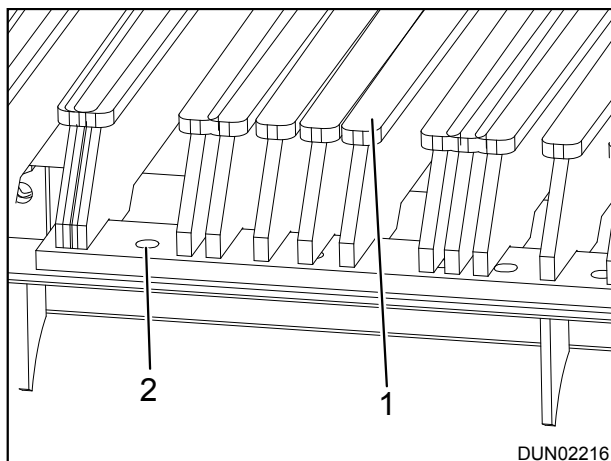

Figure 9.31 - T-stang cassettes op het bovenste dek van het trilrooster
2. Controleer visueel alle T-stang cassettes van het bovenste dek (item 1).
3. Controleer de klembouten (item 2) en draai ze zo nodig vast, zie afb. 9.31. (Gebruik een moersleutel van 30 mm voor de T-stang cassettes en een moersleutel van 24 mm voor het gaas)